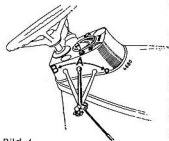

Bild 4
**Handhebel der Drehzahlverstellung auf etwa  $\frac{1}{4}$  Last („B“) stellen** (Bild 4). Lichtschlüssel eindrücken und nach rechts auf Position 1 drehen, wobei die Ladekontrollleuchte rot und die Öldruckkontrollleuchte grün aufleuchten müssen.
**Abstellen:** Durch Umlegen des Handhebels über Leerlaufstellung nach vorn (A — Bild 4).